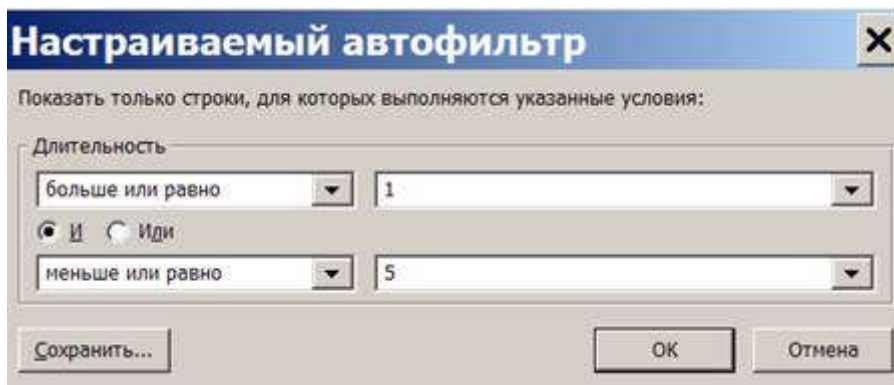

Рис. 4.27. Окно условия автофильтра
- c. Заполнить поля этого окна в соответствии с изображением на рис. 4.27.